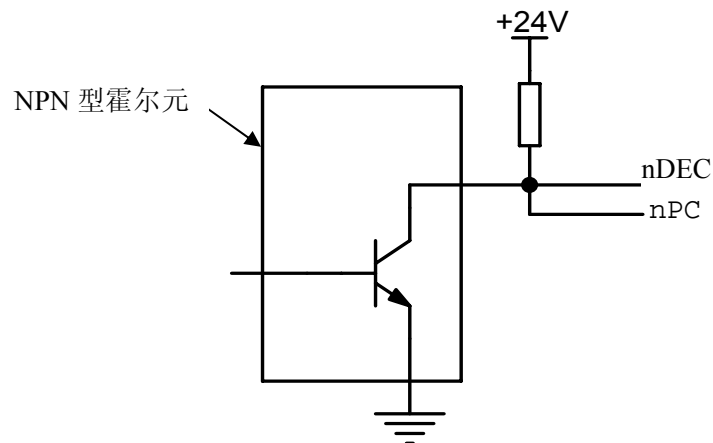

图 2-9 用 NPN 型霍尔元件的连接
b) 用一个 NPN 型霍尔元件既做减速信号又做零点信号时的连接方法如下图 2-9 所示: